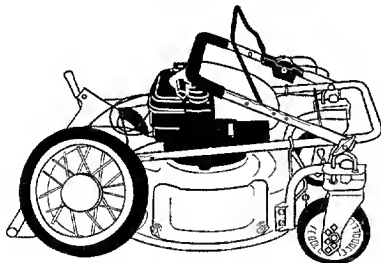

Figura 18
- Usted puede plegar el mango de su cortadora para un almacenamiento conveniente según se muestra en la Figura 18.